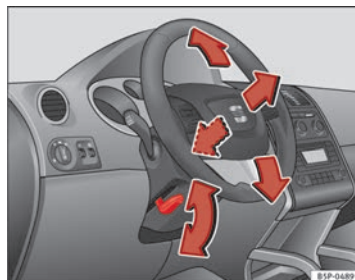

Fig. 132 Ajuste de la posición del volante
- Tire hacia abajo de la palanca ⇒ fig. 132 situada debajo de la columna de dirección ⇒ ⚠.